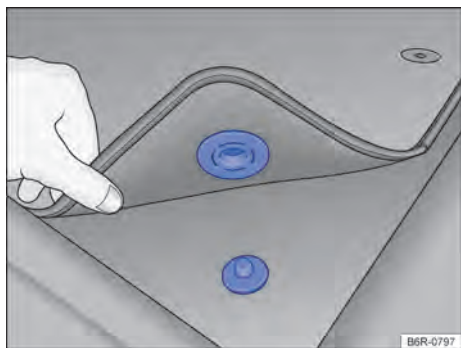

Fig. 18 Tapete dianteiro do lado do condutor com fixação no pino do carpete.
- ✓ Acomodar bem o tapete na área para os pés do lado do condutor de modo que não obstrua a área dos pedais. O tapete dianteiro do lado do condutor pode ter fixação no pino do carpete → Fig. 18.